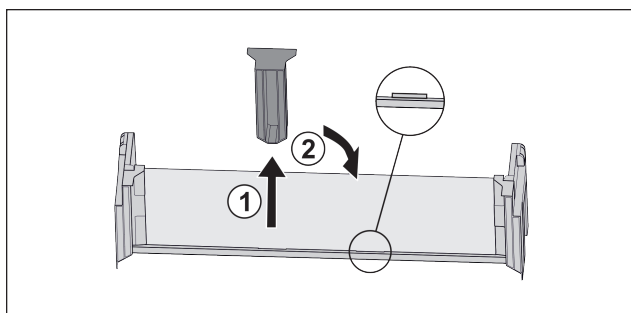

Fig. 90
- ▶ Stáhněte prostřední přídržný díl Fig. 90 (1).
- ▶ Vložte prostřední přídržný díl do druhé polohy Fig. 90 (2).